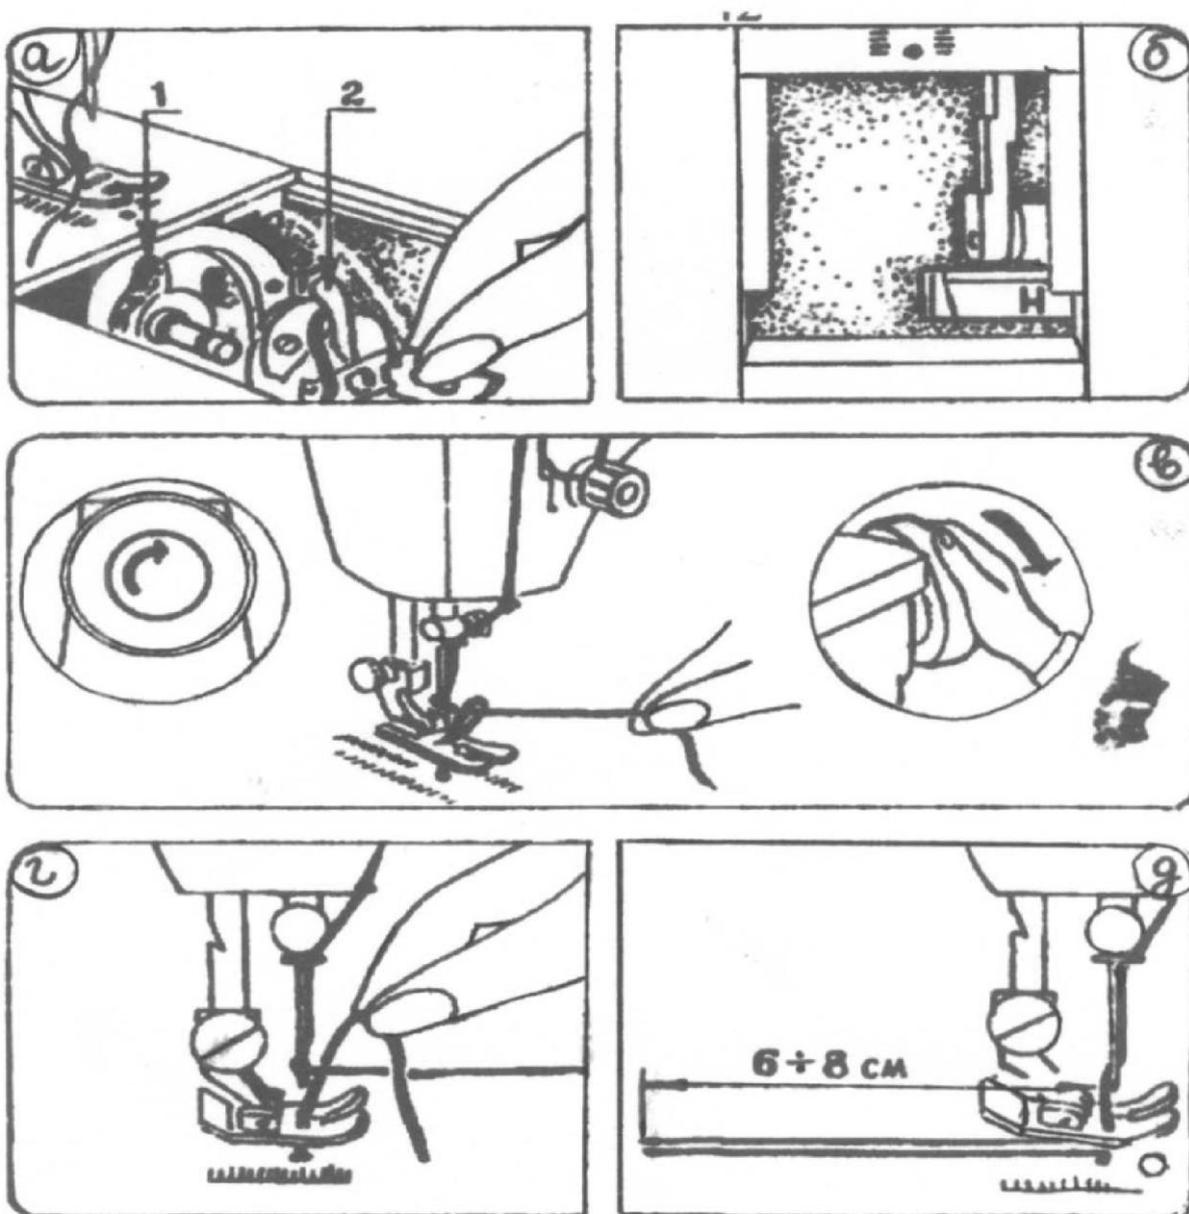

Рисунок 6.4 – Установка шпульного колпачка в челночное устройство
10. Вставьте шпульный колпачок со шпулькой до упора. Палец 2 должен войти в гнездо 1 (рисунок 6.4а).
11. Установите регулятор подъема двигателя материала на «Н» – для толстых материалов, на «Ш» – для тонких (рисунок 6.4б).
12. Придерживая нитку, поверните маховик на себя так, чтобы игла опустилась в игольное отверстие и захватила челночную нитку (рисунок 6.4в).
13. Извлеките челночную нитку (рисунок 6.4г).
14. Заправьте обе нитки под лапку (рисунок 6.4д).